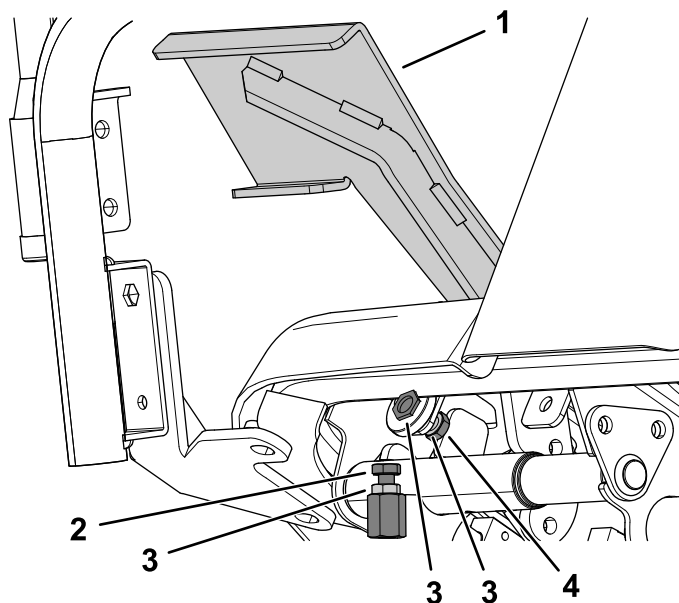

Figura 96
1. Mova o pedal de tração completamente para a frente (Figura 96).
- A. Utilizando uma chave, prenda o batente do pedal de tração para a frente e desperte a porca de retenção na parte posterior do suporte (Figura 96).
- B. Mova o pedal de tração para a posição pretendida (Figura 96).
- C. Ajuste a porca de retenção na parte de trás do suporte até que o batente do pedal de tração entre em contacto com o pedal (Figura 96).